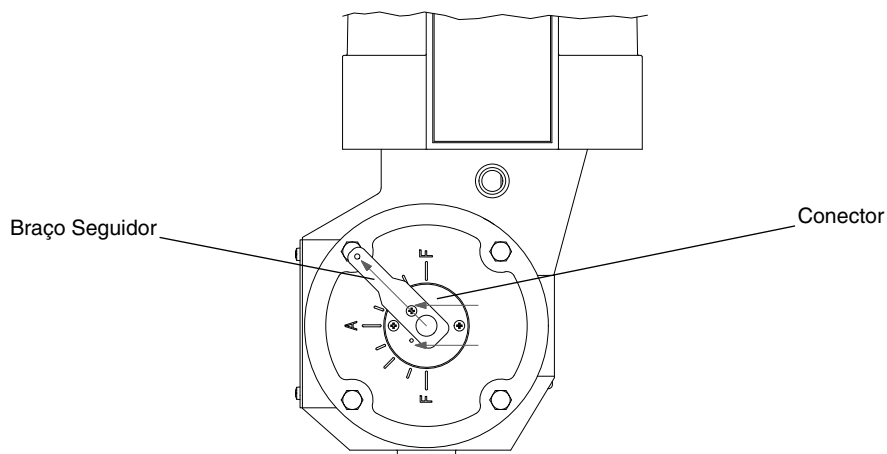

Figura 7 – Montagem do conector e do braço seguidor nos atuadores rotativos das válvulas BXL e VXL (configuração ar-para-abrir / falha-fecha)
- Instale o conector no garfo do atuador com os dois furos auxiliares voltados para a esquerda (vide Figura 7). Aperte firmemente os dois parafusos que fixam o conector no garfo.